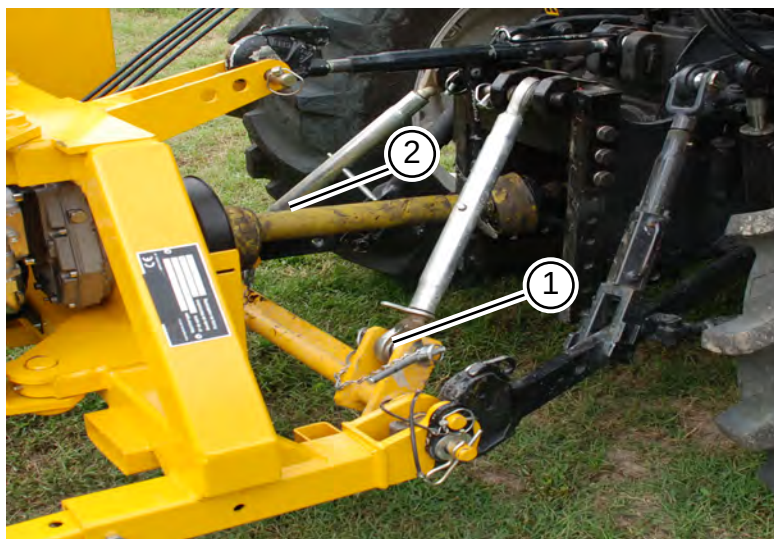

Fig. 26
- Collegare, tramite tenditori gli attacchi supplementari (1, 2 "Fig. 26"). Bloccare i perni con le relative coppie di sicurezza.
- Connect the additional hitches through stabilizers (1, 2 "Fig. 26"). Lock the pins with their safety pins.
- Brancher, avec les tendeurs, les accrochements supplémentaires (1, 2 "Fig. 26"). Bloquer les pins avec les goupilles de sécurité concernées.
- Die zusätzlichen Angriffen mit den Spannschlösser (1, 2 "Fig. 26") zu verbinden. Sperren Sie die Bolzen mit Federstecker geliefert.
- Conectar, por medio de enganche adicionales (1,2 "Fig. 26"). Para los pernos con los relativos copetes de seguridad.
- Ligar as conexões adicionais (1, 2 "Fig. 26") através de tensores. Bloquear os pinos com as relativas cavilhas de segurança.